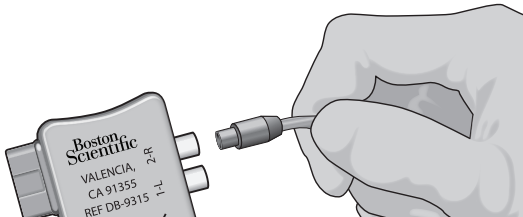

Abbildung 9: Anschluss des Operationssaakabels 1x8 an den externen Teststimulator 2 und an den ETS-Adapter
4. Das Operationssaakabel mit Kabelverlängerung an der mit „1-L“ gekennzeichneten Buchse des ETS-Adapters anschließen (Abbildung 9). Wenn zwei DBS-Elektroden verwendet werden, die linke DBS-Elektrode an der Buchse „1-L“ und die rechte DBS-Elektrode an der Buchse „2-R“ anschließen.